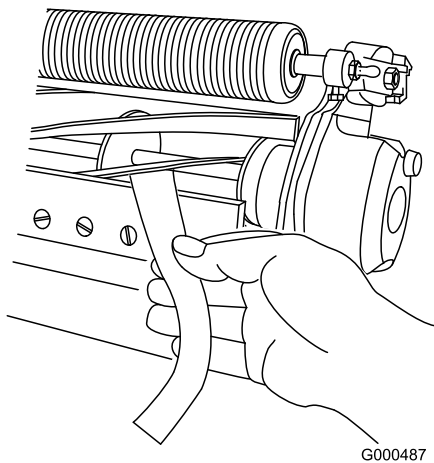

图5
- 在滚刀与底刀间插入一长条剪切性能纸（Toro 零件号 125-5610），纸要与底刀垂直，检测剪切性能（图5）。 缓慢向前旋转滚刀；滚刀应剪切检测纸。